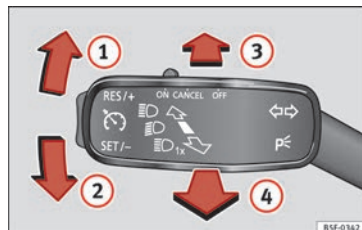

Fig. 131 Palanca de intermitentes y luz de carretera.
- Desplace la palanca » fig. 131 hacia arriba ① o hacia abajo ②.
- Presione la palanca » fig. 131 hacia delante en el sentido de la flecha ③.
- Las luces de carretera se apagan volviendo la palanca a la posición original en el sentido de la flecha ④.
- Tire de la palanca » fig. 131 hacia el volante (punto de presión) en el sentido de la flecha ④.
- Accione la palanca de intermitentes » » **fig. 131** » » pág. 126 hacia arriba o hacia abajo – se encienden las luces de posición del lado derecho o izquierdo del vehículo.